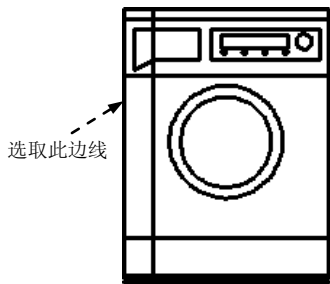

图 17.6.21 又一次偏移直线 2
(3) 偏移直线 2。选择下拉菜单 **修改(M)** → **偏移(O)** 命令，将图 17.6.21 所示的边线向右侧偏移，偏移距离值为 147，完成后的图形如图 17.6.21 所示。